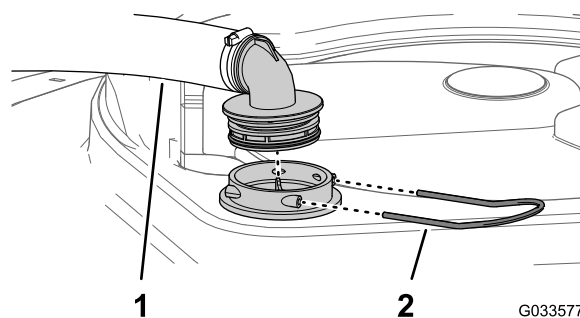

Figura 58
2. En la parte superior del depósito de fumigación, retire la horquilla de retención que sujeta el acoplamiento que está conectado a la manguera grande y al alojamiento del filtro (Figura 58).
3. Retire la manguera y el acoplamiento del alojamiento del filtro (Figura 58).